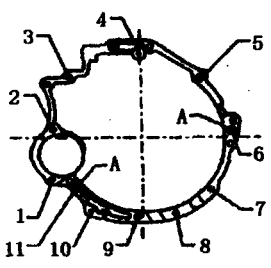

图 2-5 拧紧顺序
- (5) 安装原气缸盖或原气缸体时，才能重复使用放出的冷却液。
- (6) 连接蓄电池后，输入收音机防盗密码。用电动开关完全关闭前电动门窗，然后沿关闭方向再次操纵所有电动门窗开关（至少 1s）。调整时钟。
- (7) 起动发动机前，检查机油油位。
- (8) 匹配节气门控制单元，查询故障存储器内的故障码。
- (9) 按规定顺序及力矩拧紧螺栓，如图 2-5（A 为定心套）及表 2-2 和表 2-3 所示。